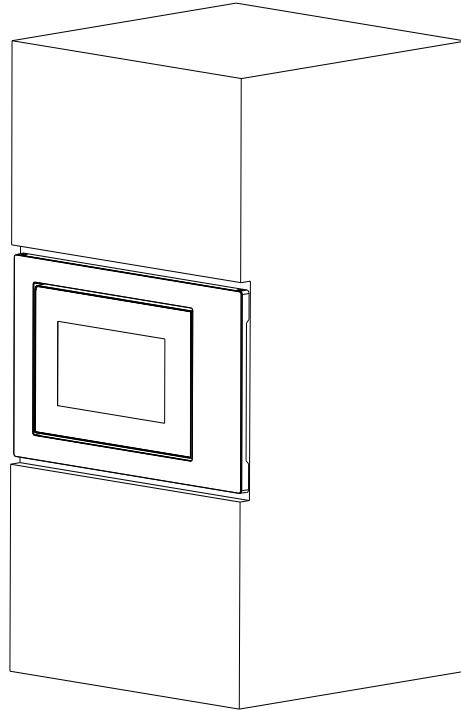

Fig. 2
- b) Poussez le four à micro-ondes jusqu'au fond. (Fig. 2)